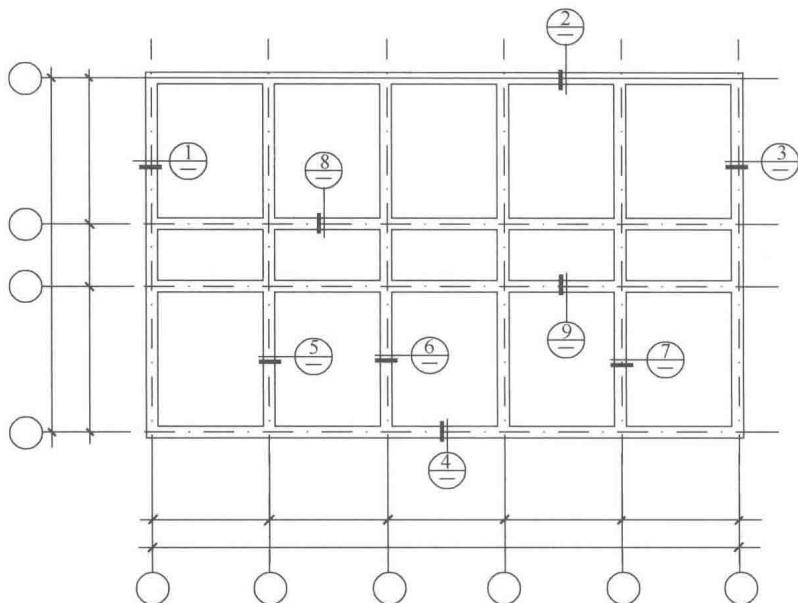

图 1-4 结构平面图中索引剖视详图、断面详图编号顺序表示方法
7) 在结构平面图中索引的剖视详图、断面详图应采用索引符号表示，其编号顺序宜按图 1-4 的规定进行编排，并符合下列规定：